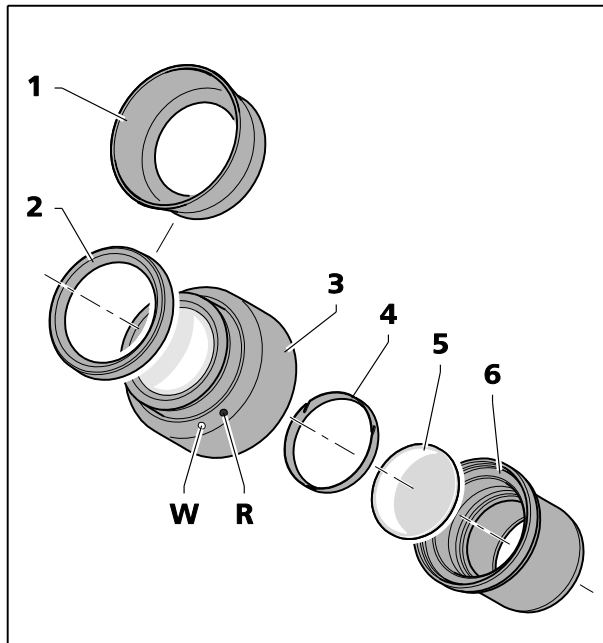

Fig. 11 Inserimento del disco per oculare
Gli oculari sono dotati di anelli protettivi in gomma per evitare di graffiare gli occhiali. Questi anelli possono essere sostituiti a scelta con conchiglie oculari reversibili (Fig. 11/1).
- A tal fine, rimuovere gli anelli di protezione per occhiali (Fig. 11/2) dagli oculari e posizionare le conchiglie oculari (Fig. 11/1).
- Svitare il diaframma (Fig. 11/6) dall'oculare (Fig. 11/3).
- Estrarre l'anello di fermo (Fig. 11/5).
- Inserire il disco per oculare (Fig. 11/4).
Il lieve spostamento dell'immagine causato dalla distanza aggiuntiva attraverso il vetro è tenuto in considerazione sulla scala diottrica in quanto la posizione zero non è indicata dal puntino bianco (Fig. 11/W), ma dal puntino rosso (Fig. 11/R).